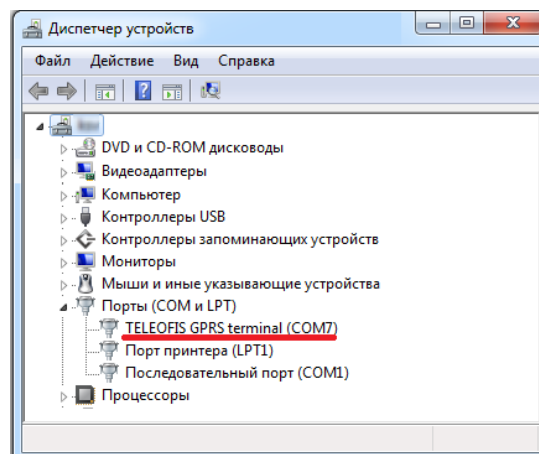

Рис. 24. Терминал WRX в ОС Windows.
3. После инсталляции драйвера в системе появится новый виртуальный COM порт: «**TELEOFIS GPRS Terminal**». Узнать номер порта и проверить правильность установки драйвера модема можно в диспетчере устройств (**Система → Диспетчер устройств**) в разделе **COM и LPT порты** (Рис. 24).